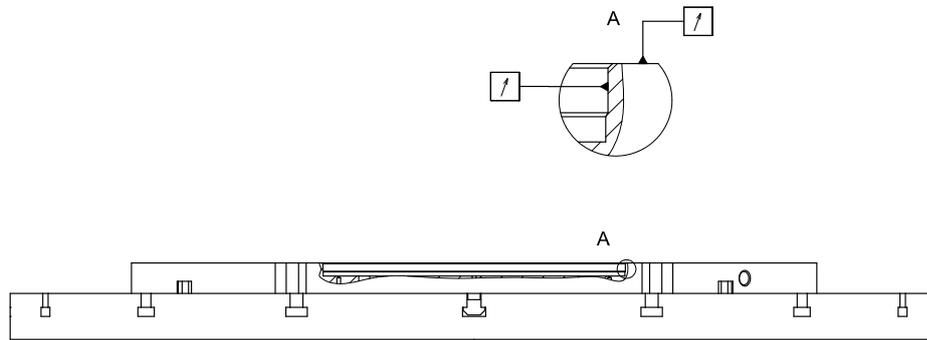
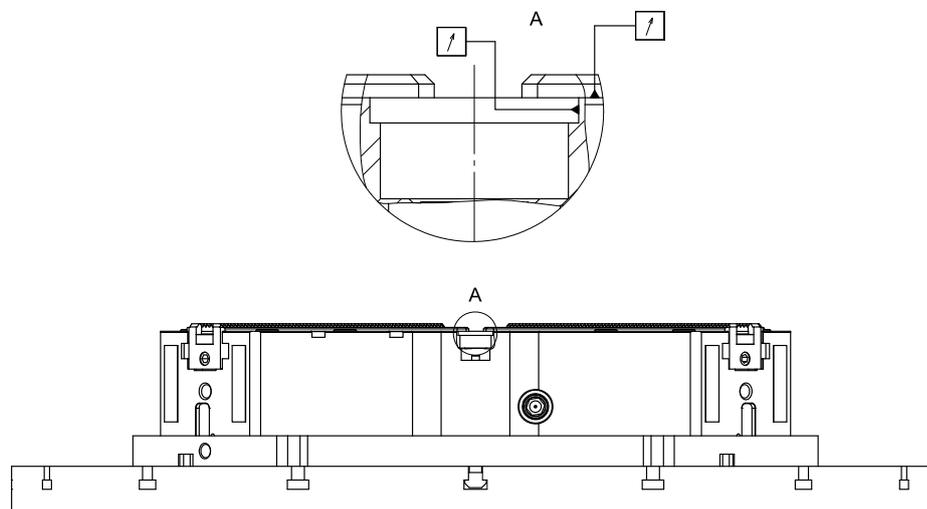

Abb. 3-3: Rund- und Planlauf der Grundplatte prüfen
Abb. 3-4: Rund- und Planlauf des Spannfutters prüfen
- Schritt 2** Führen Sie die saubere Grundplatte (7) (an Ringschrauben hängend) mit Hilfe des Hebezeugs vorsichtig und langsam über den Maschinentisch (12).
- Schritt 3** Setzen Sie einen Zentrierbolzen (8) in die Grundplatte (7) ein und verschrauben Sie den Bolzen mit der zugehörigen Befestigungsschraube (9).
- Schritt 4** Setzen Sie einen Passnutenstein (10) in die zugehörige Nut der Grundplatte (7) ein und verschrauben Sie den Nutenstein mit der zugehörigen Befestigungsschraube.
- Schritt 5** Schieben Sie die Nutensteine (11) in die dafür vorgesehenen Nuten des Maschinentisches (12).
- Schritt 6** Lassen Sie die Grundplatte (7) auf den Maschinentisch (12) herab. Die Grundplatte (7) wird hierbei über den Zentrierbolzen (8) und den Passnutenstein (10) ausgerichtet.
**Schritt 7** Verschrauben Sie - mit einem Drehmomentschlüssel - wechselseitig die Grundplatte (7) über die Befestigungsschrauben (5) und die Nutensteine (11) mit dem Maschinentisch (12). Entfernen Sie anschließend die Ringschrauben und das Hebezeug von der Grundplatte (7).
**Schritt 8** Überprüfen Sie den Rund- und Planlauf der Grundplatte. Zulässig sind 0,05 mm. Die Messung erfolgt im Zentrierrand der Grundplatte und auf der Planfläche um den Zentrierrand herum (siehe Abb. 3-3).
**Schritt 9** Führen Sie das saubere Spannfutter (4) (an Ringschrauben hängend) mit Hilfe des Hebezeugs vorsichtig und langsam über die Grundplatte (7).
**Schritt 10** Lassen Sie das Spannfutter (4) auf die Grundplatte (7) herab. Das Spannfutter (4) wird hierbei über seinen Zentrierrand und einen Passnutenstein (6) ausgerichtet.
**Schritt 11** Verschrauben Sie wechselseitig Grundplatte (7) und Spannfutter (4) über die äußeren Befestigungsschrauben (2) mit Hilfe eines Drehmomentschlüssels.
satz (3). Die Messung erfolgt an der Passbohrung oberhalb des Gewindes und an der umliegenden Planfläche (siehe Abb. 3-4).
**Schritt 13** Verschließen Sie die Bohrungen der äußeren Befestigungsschrauben (2) mit den Abdeckungen (1).